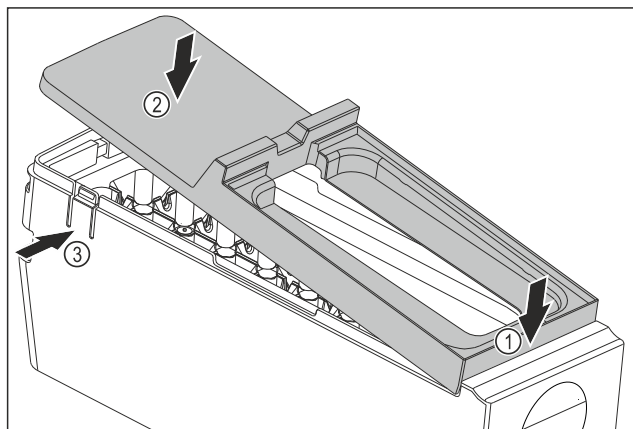

Fig. 200
- Montare la copertura del corpo dell'EasyTwist-Ice: Applicare la copertura sul davanti. Fig. 200 (1)
- Abbassare la copertura sul retro. Fig. 200 (2)
- La copertura si innesta in entrambe le linguette Fig. 200 (3) in modo udibile.